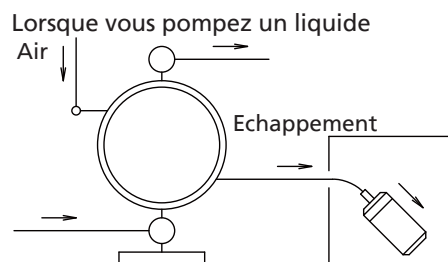

Figure 14
- L'échappement doit évacuer à l'extérieur et non pas dans le fluide où la pompe est immergée. Pour tout renseignement quant à la façon de disposer l'échappement, cf. Notes : Disposition en vue d'un échappement à l'extérieur, et Fig. 14 ci-dessous.